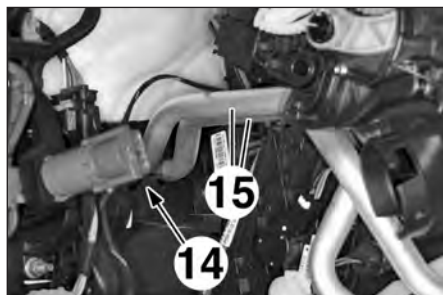

FIG.22
- la bride (14) des canalisations (15) du radiateur de chauffage sur le tablier (Fig.22).